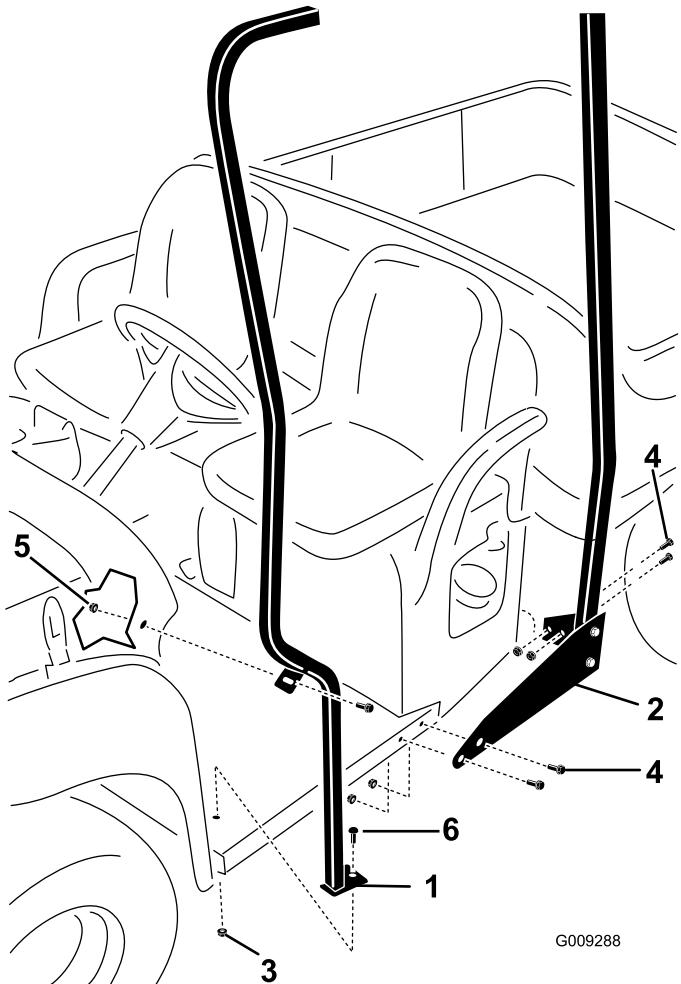

Figure 3
- Fixez légèrement les ensembles tube arrière et support sur la machine à l'aide de 8 boulons (5/16" x 1") et 8 écrous à embase (5/16"), comme montré à la Figure 3.
- Montez le tube de support avant gauche sur la machine, comme montré à la Figure 3.
6. Retirez le boulon et l'écrou arrière qui fixent la planche de bord au support de cadre avant sur le côté gauche de la machine (Figure 3).
7. Fixez légèrement les supports avant au plancher de la machine (Figure 3).